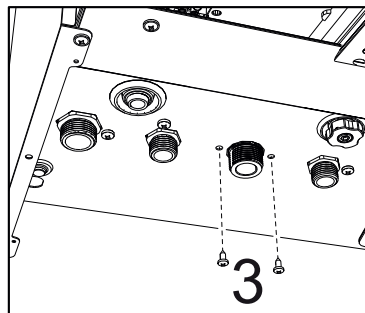

fig. 69 -
- Svitare le viti "3" ("fig. 69 -")